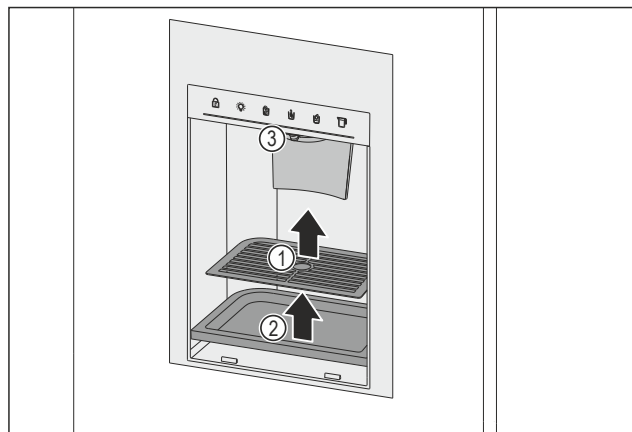

Fig. 165 取出滴水栅和滴水盘
- ▶ 取出滴水栅 Fig. 165 (1)。
- ▶ 取出滴水盘 Fig. 165 (2)。
- ▶ 用干净的软布、温水和少量洗涤剂清洁出口 Fig. 165 (3)及其周围。